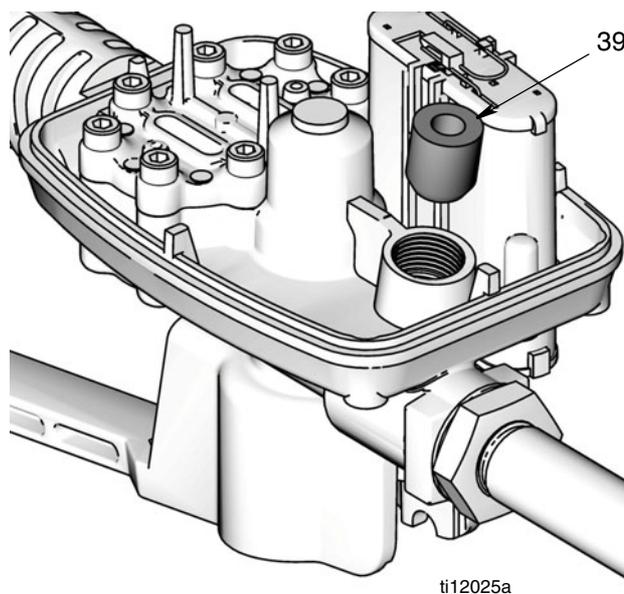

FIG. 9
- d. Quite el casquillo (39) (FIG. 9) de la parte superior del medidor para que no se caiga al voltear el medidor.